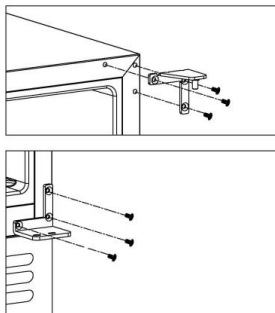

Abbildung 3
- Schrauben Sie das obere rechte Scharnier ④ und das rechte untere Scharnier ② vom Gehäuse ⑥ ab und bewahren Sie sie auf, falls Sie die Tür später wieder nach links öffnen möchten [Abbildung 3].
3. Lösen Sie die drei Schrauben ⑧ und entfernen Sie das obere rechte Scharnier ⑦. Bringen Sie das obere linke Scharnier ⑥ an der entsprechenden Stelle in der oberen linken Ecke des Gehäuses an [Abbildung 3].